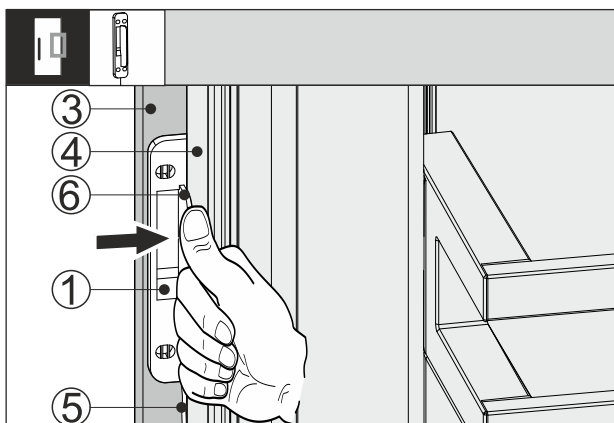

Fig. 65
- ▶ Zasuňte senzor klepání Fig. 65 (1) mezi čelo nábytku Fig. 65 (3) a dveře spotřebiče Fig. 65 (4) tak, aby byl kabel Fig. 65 (5) mírně napnutý. Doraz Fig. 65 (6) senzoru klepání spočívá na dveřích spotřebiče Fig. 65 (4).
- ▶ Přitlačte senzor klepání Fig. 65 (1) k čelu nábytku Fig. 65 (3).
- ▶ Senzor klepání Fig. 65 (1) je přilepen. Přilepením snímače klepání je optimalizován přenos signálu klepání.
Trvalé připevnění senzoru klepání Fig. 65 (1) zvyšuje životnost.
- ▶ Přišroubujte senzor klepání Fig. 65 (1) dodanými šrouby k čelu nábytku Fig. 65 (3).